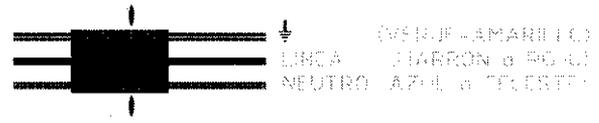

Figura 4
- Para realizar el conexionado eléctrico del panel de cabecera se deberá efectuar el mismo según esquema adjunto (Figura 4) y mantener el criterio de conexión según las normas vigentes y de aplicación para cada país. Así mismo cada bornera de conexión se halla identificada con los servicios que las mismas contienen y se deben conectar tal lo indicado, de esta manera se garantizara un buen rendimiento del equipo.